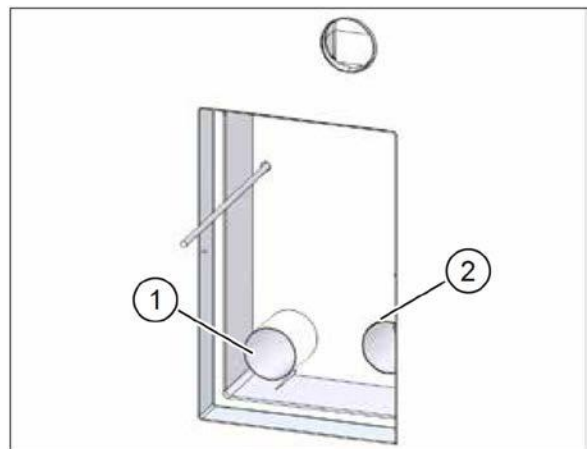

Рис. 39: нарезать вентиляционные трубы
- ▶ Обе вентиляционные трубы (поз. 1 на рис. 39) вставьте в отверстия монтажного комплекта настолько, чтобы они были вровень с внутренней стороной монтажного комплекта (поз. 2 на рис. 39).